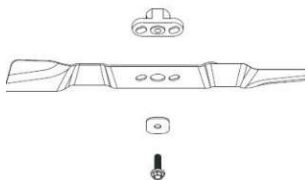

Fig.11B
- Coloca el adaptador para cuchillas en el cigüeñal (Fig.11B)
- Alinea la arandela sobre la hoja e inserta el perno hexagonal. Ajusta el perno hexagonal al par de torsión (Fig. 11B/C)